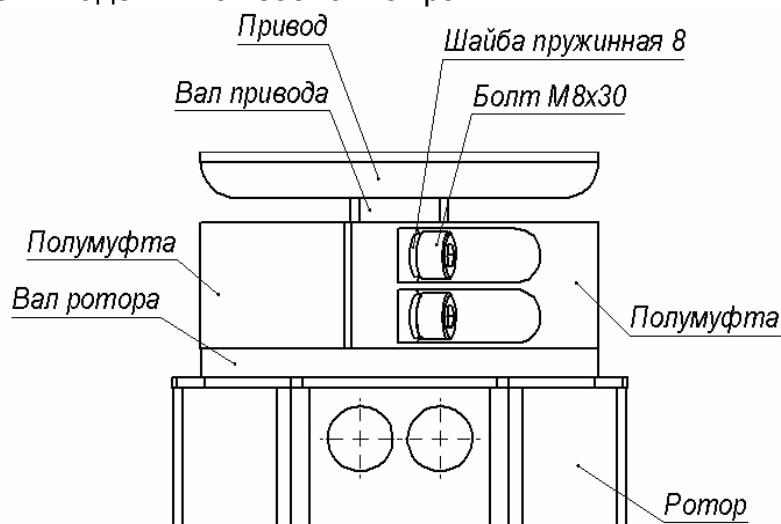

Рисунок 16. Муфтовое соединение вала привода с валом ротора
- Соедините верхний вал ротора с валом привода исполнительного механизма двумя полумуфтами (4) и четырьмя болтами М8×30 с пружинными шайбами 8 (ключ SW6) (см. рис. 16). Будьте осторожны, полумуфты имеют большой вес, не допускайте их падения во избежание травм!
2. Снимите полумуфты (см. рис. 16), отвернув 4 болта М8 муфтового соединения (4). Будьте осторожны! Удерживайте ротор и полумуфты от падения.